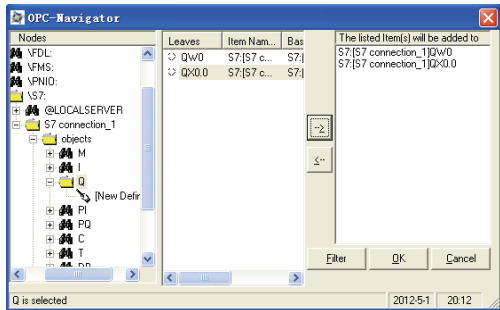

图 10-53 新建变量
2) 选择一个数据，单击“S7:”→“S7 connection_1”→“objects”→“Q”→“New Definition”来添加一个变量，然后为变量选择数据类型、起始地址、数据长度，并添加到右侧窗口中，如图 10-53 所示。